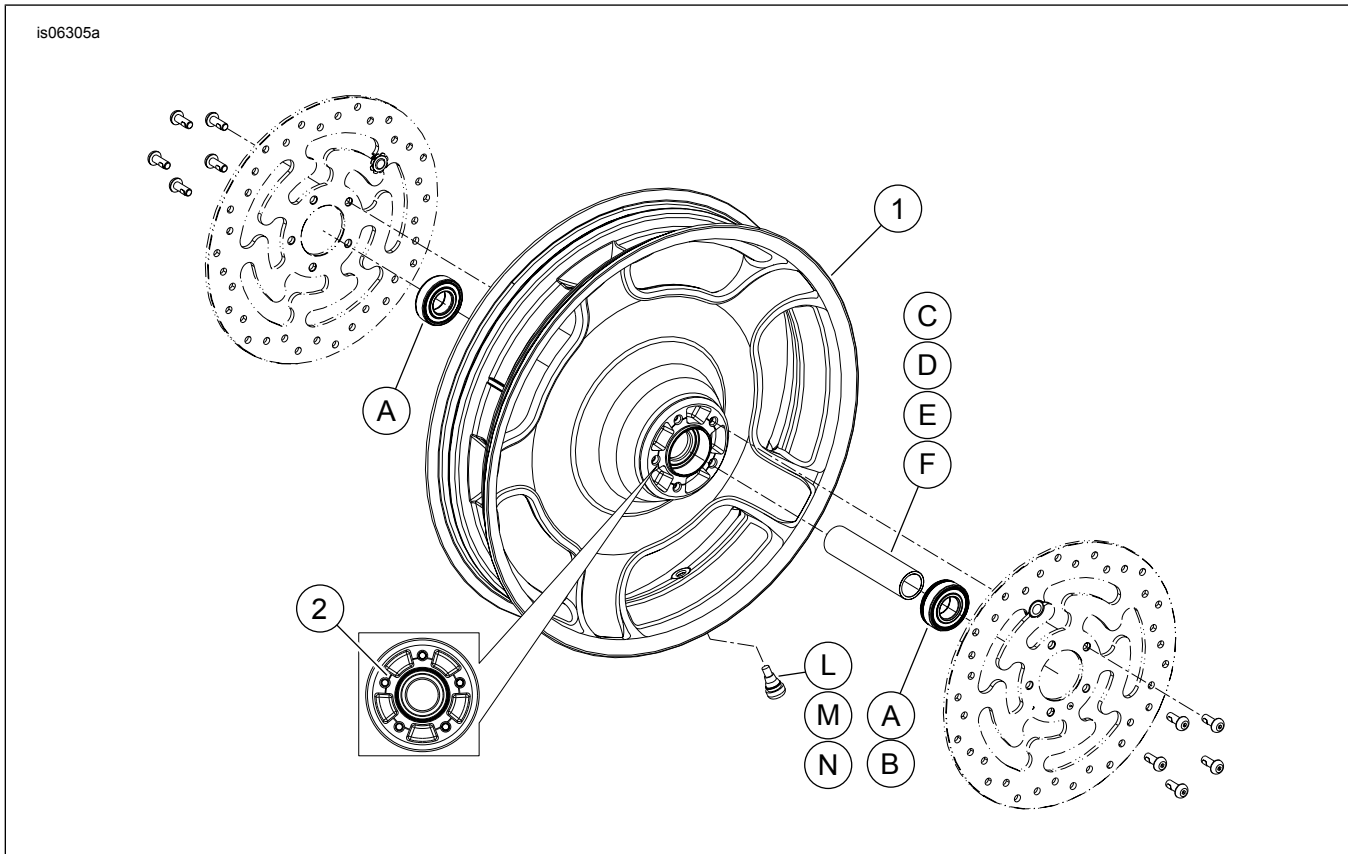

Figura 1. Piezas de servicio: Rueda de centro lleno ranurada delantera
Vea Figura 1 y Tablas de piezas de servicio.
2. Vea Figura 1. Instale el conjunto del vástago de la válvula (L, M o N) en la rueda. Vea NEUMÁTICOS en el Manual de servicio.